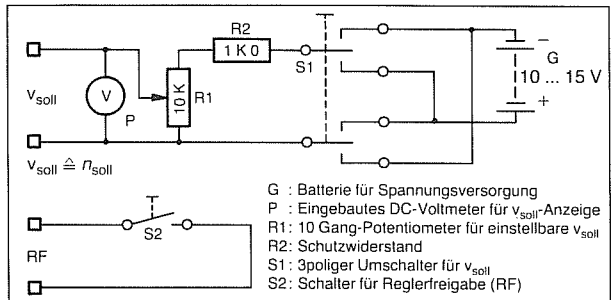

Abb. 12: Batteriespeisegerät
- ☐ Batteriespeisegerät für einstellbare Sollwertvorgaben bis ± 10 V (siehe Abb. 12).